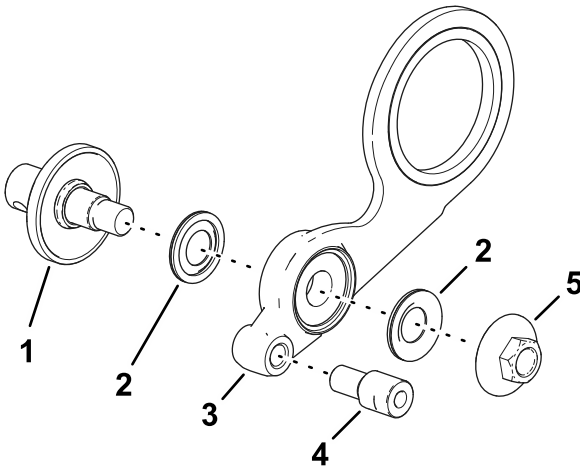
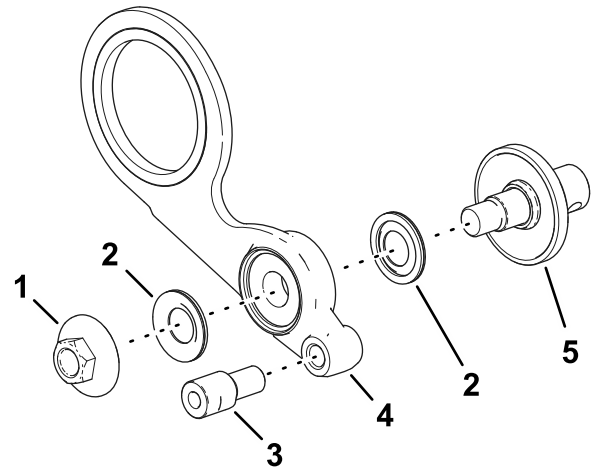

図 15
図 16
- アイドラアセンブリに、図 15のように、スタブシャフトアセンブリ、ベアリングシールド2個、フランジナットを取り付ける。
注 アイドラアセンブリをカッピングユニットの右側に取り付けた場合には、反対側にスタブシャフトとフランジナット 図 16 を取り付ける。
- アイドラアセンブリのねじ穴にアジャスタカラーを取り付ける 図 15 または 図 16。